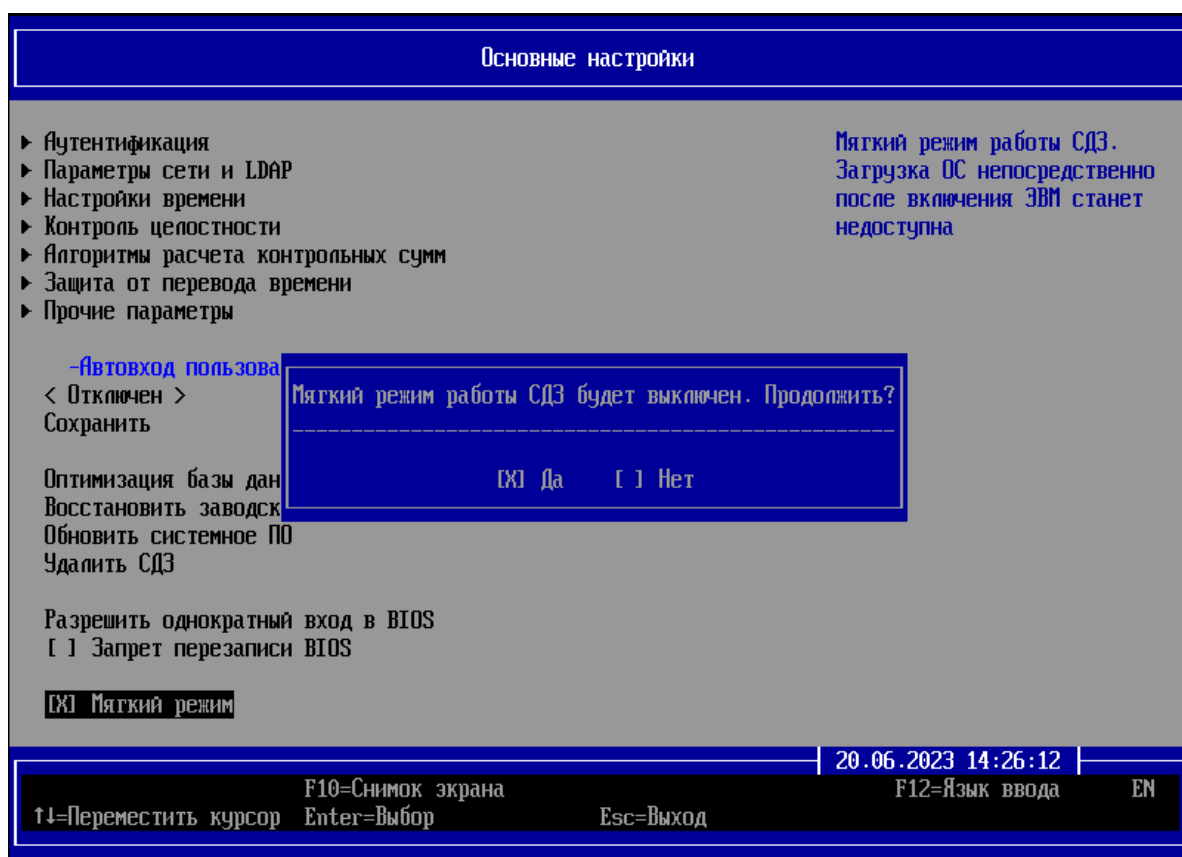
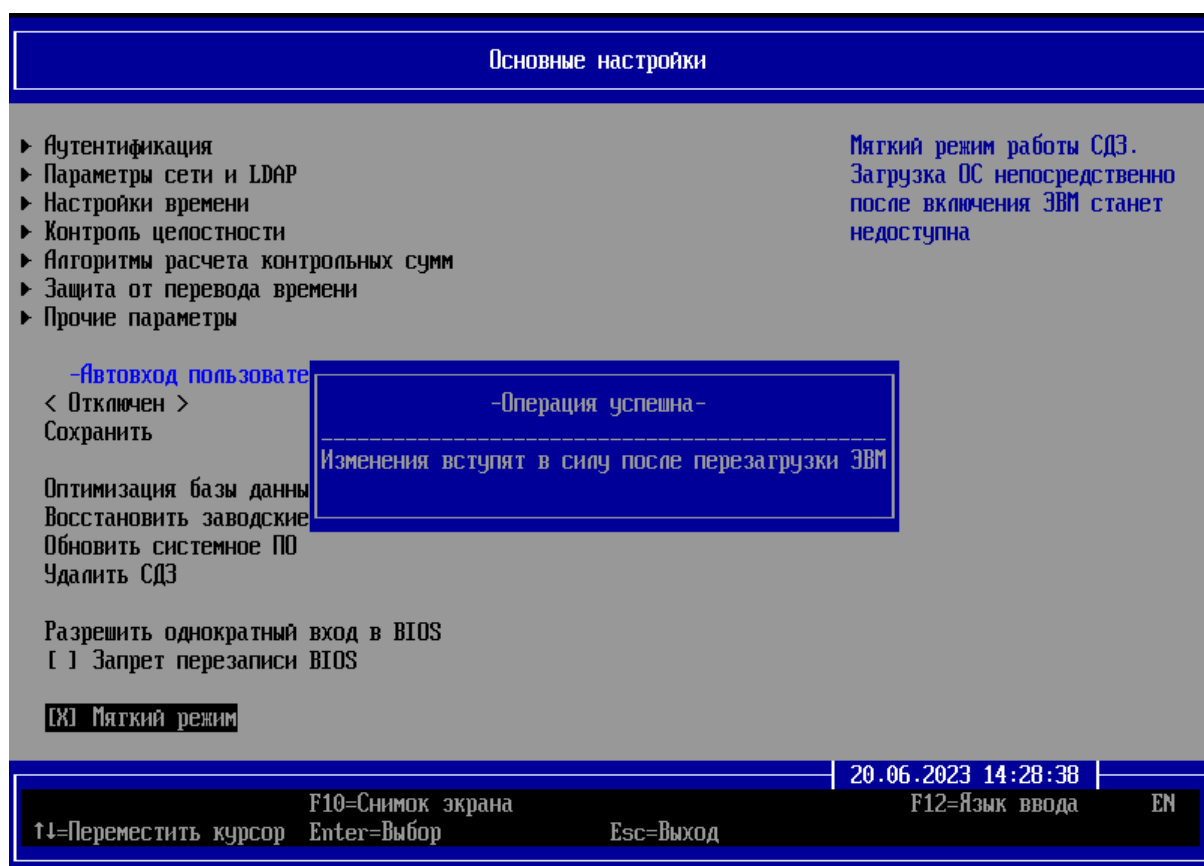

Рисунок 7.5 – Выбор параметра «Мягкий режим»
Рисунок 7.6 – Успешное завершение операции
7.6 В появившемся диалоговом окне необходимо выбрать параметр **«Мягкий режим»** (рисунок 7.5).
7.7 В диалоговом окне (рисунок 7.5) необходимо выбрать **«Да»**, при этом изменения вступят в силу после перезагрузки ЭВМ (рисунок 7.6).